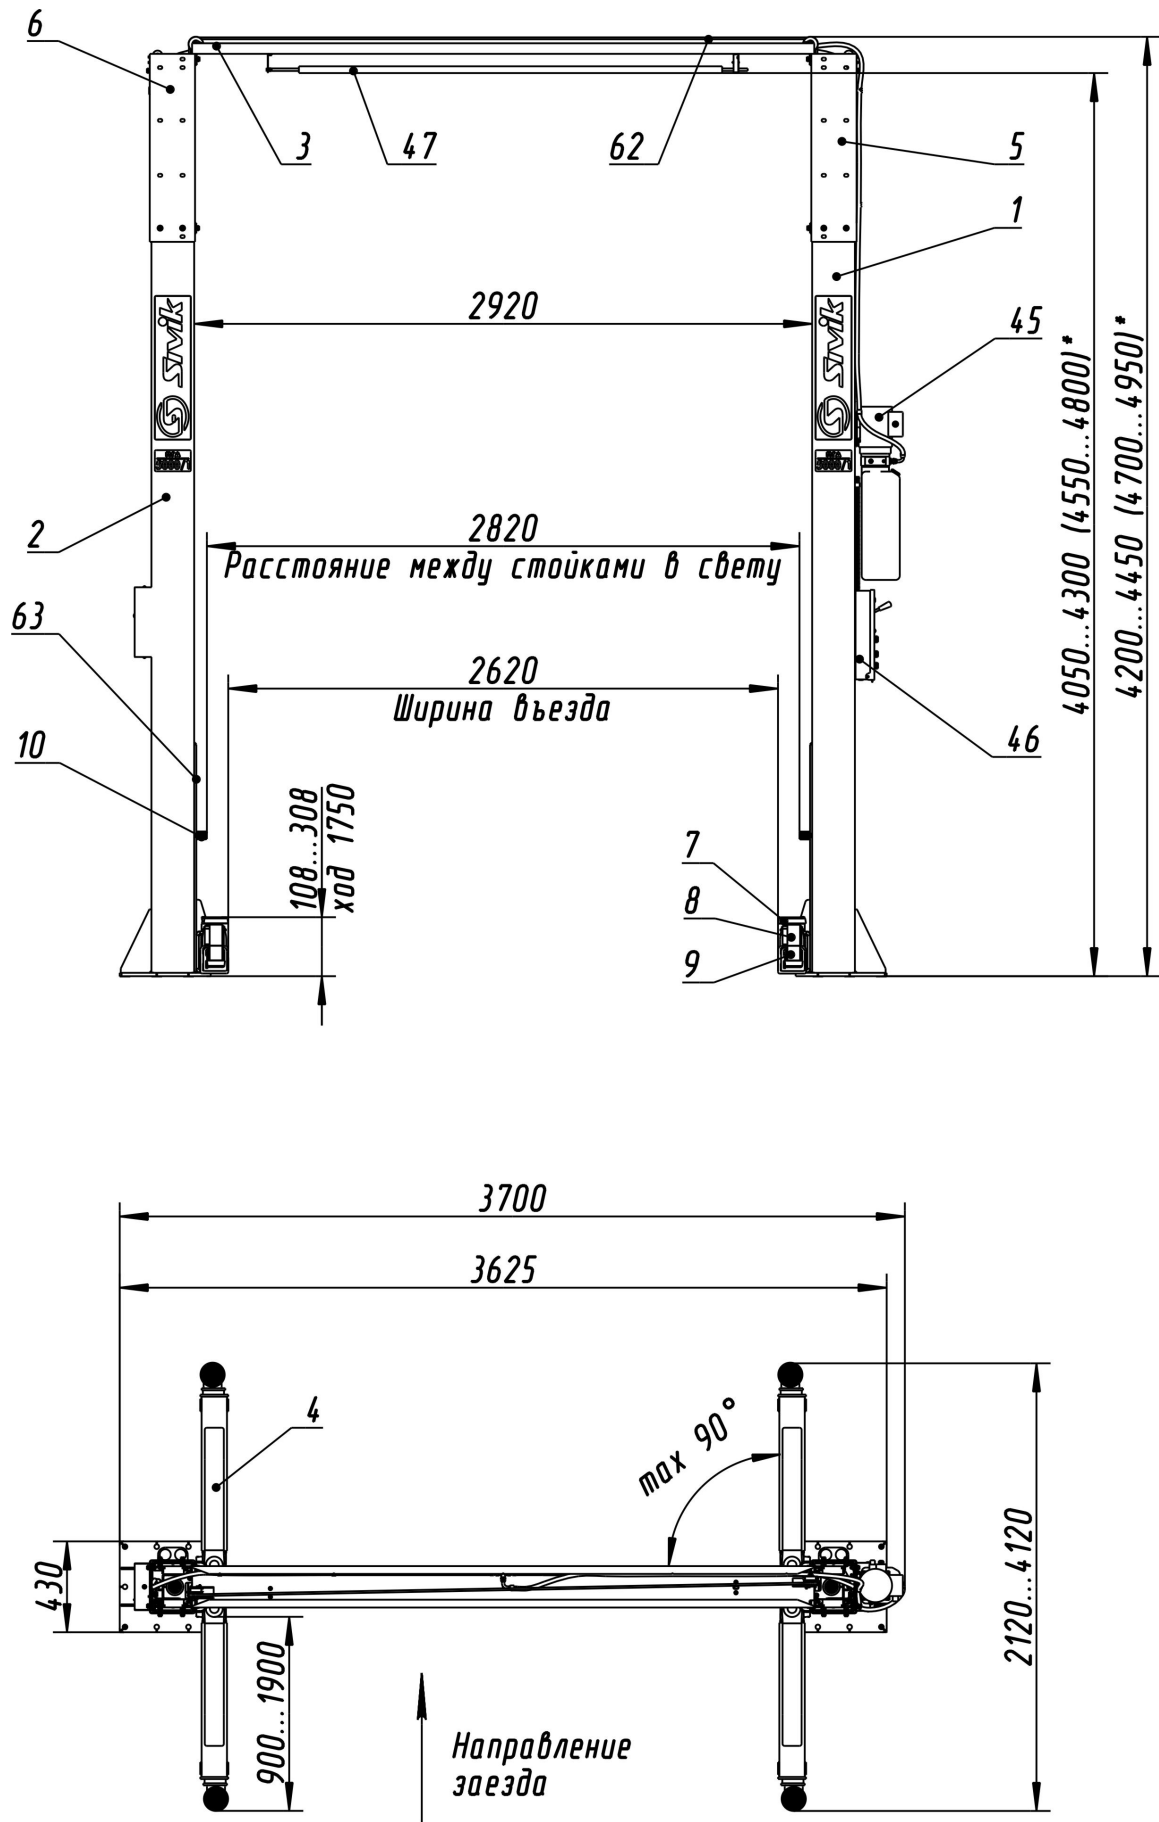
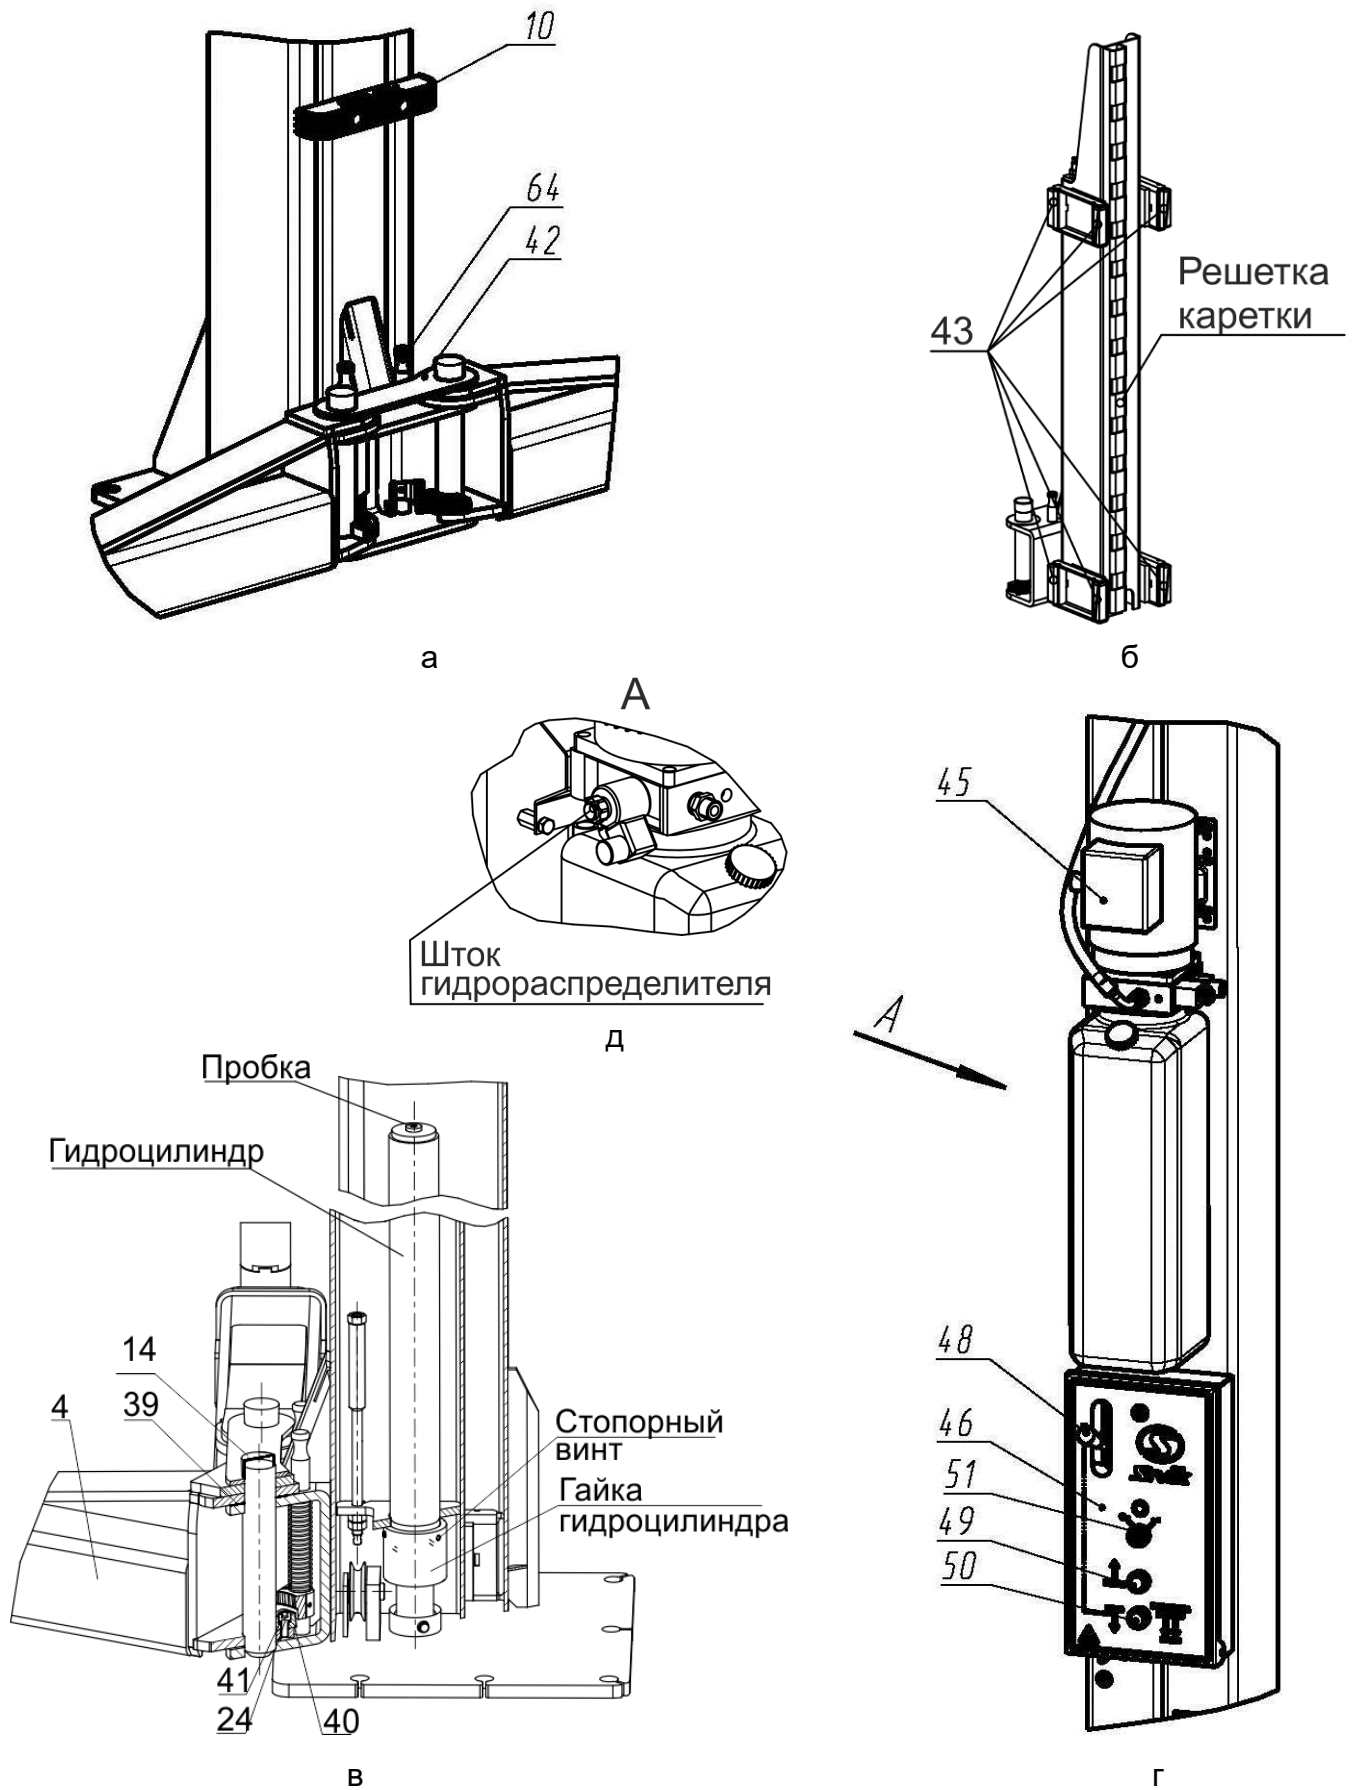
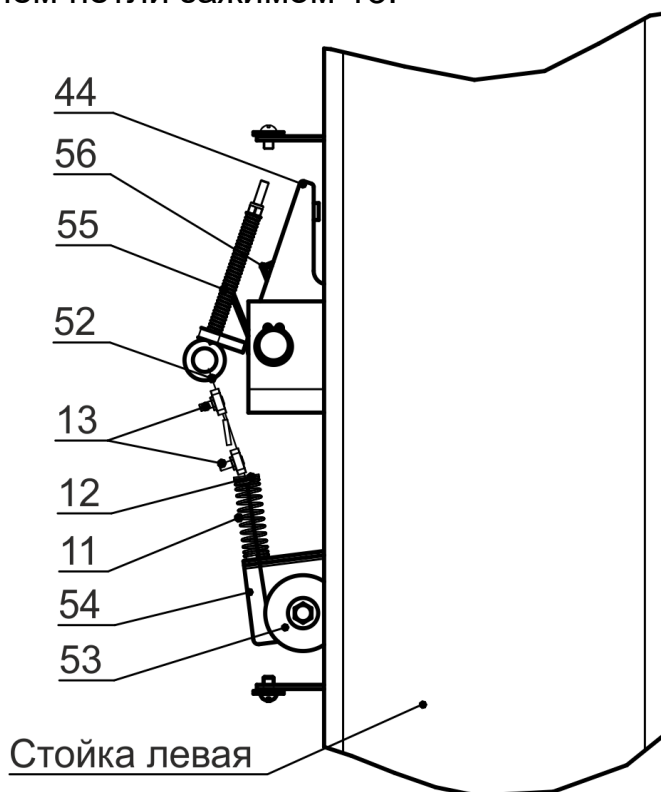

Рисунок 3.1 - Общий вид подъемника (* – исп. Высокий)
Рисунок 4.1 – Виды подъемника
Рисунок 6.5 - Система стопорения кареток
Подъемник (рисунок 3.1) состоит из двух стоек коробчатого сечения – правой 1 и левой 2, двух надставок 5 и 6 соединенных между собой поперек переключателем 3. Подъемник имеет возможность регулировки по высоте от 4197(4712)¹ мм до 4447(4962)¹ мм. Это достигается креплением надставок 5 и 6 на первый или второй ряд крепежных отверстий. В стойках размещены каретки 63 с закрепленными на них поворотными телескопическими подхватками 4 равной длины. На концах подхваток 4 установлены опоры 7, подставки опоры 8,9. Подхваты фиксируются стопорными устройствами 64 (рисунок 4.1а), автоматически срабатывающими при подъеме автомобиля. При опускании кареток 63 в крайнее нижнее положение происходит автоматическое расцепление подхваток 4. Каретки 63 приводятся в движение гидравлическими цилиндрами, установленными внутри стоек. Подъемник снабжен системой 62 тросовой синхронизации движения кареток 63.
Каждая каретка 63 (рисунок 4.1б) снабжена полиамидными ползунами 43, скользящими по беговым дорожкам стоек 1 и 2. Каретки фиксируются на требуемой высоте стопорами-защелками 44 (рисунок 6.5), закрепленными на стойках 1,2 и входящими в зацепление с решетками на каретках 63.
На правой стойке (рисунок 4.1г) размещена насосная станция 45 с пультом управления 46. Внутри насосной станции 45 находится клапан предохранительный, предотвращающий перегрузку в гидросистеме. Клапан предохранительный настроен на заданное давление и опломбирован.
- касании автомобилем ограничительной дуги 47 переключателя 3 (рисунок 3.1);
Для предотвращения повреждения дверей автомобиля (при открывании) на каретки 63 установлены накладки 10, фиксируемые винтами М8х30, шайбами 8Г и шайбами 8 (рисунок 3.1 и рисунок 4.1а).
Управление подъемником осуществляется рычагом 48 (рисунок 4.1г) и двумя кнопками 49 и 50, установленными в пульте управления 46. Рычагом 48 осуществляется расцепление кареток 63, а кнопками 49 и 50, подъем (кнопка 49) и опускание (кнопка 50) кареток 63.
① **ВНИМАНИЕ!** Перед сборкой проверить затяжку гаек гидроцилиндров и стопорных винтов (рисунок 4.1в).
6.6 Установить тросик системы стопорения (рисунок 6.5). Для этого снять крышку, закрывающую стопор-защелку 44 на левой стойке 2, отвернув два винта М6х10. Тросик 52 системы стопорения, закрепленный на правой стойке 1 (с насосной станцией 45), протянуть через блоки 35, направляющие трубки в перекладине 3 к стойки левой 2 и вывести через блок 53 и отверстие в кронштейне 54 наружу. На свободный конец тросика надеть пружину 11 со втулками 12, выбрать слабины тросика и затянуть зажим 13.
Для того чтобы проверить срабатывание упругой тяги 55, необходимо одному человеку прижать рукой защелку 44 к стойке 2, а другому повернуть рычаг 48 (рисунок 4.1г) вниз. Упругая тяга 55 должна вытянуться на полный ход штока.
При повороте рычага 48 вниз (рисунок 4.1г), защелка на левой стойке должна отвестись, так же как отвелась защелка на правой стойке. При повороте рычага 48 вверх (рычаг 48 должен удерживаться в верхнем положении пружиной), защелки на левой и правой стойке должны вернуться в исходное положение. Регулировка проводится выборкой слабины тросика 52 и обжатием петли зажимом 13.
6.9 Открутить пробку бака насосной станции 45 и залить масло (около 12 л) до верхней метки «МАХ» (рисунок 4.1г). Уровень масла контролировать визуально. Установить пробку бака на место.
- кратковременным нажатием на кнопку 49 (двигатель должен работать, вращение крыльчатки по стрелке на кожухе эл. двигателя, а из бака должно убывать масло, рисунок 4.1г).
- отвернуть пробки у каждого гидроцилиндра на один оборот (рисунок 4.1в)
7.2.1 Нажатием кнопки 49 поднять автомобиль, чуть выше требуемой высоты (защелки должны быть поджаты к стойкам, рисунок 6.5) и нажатием кнопки 50 опустить каретки 63 на защелки 44. Убедиться в том, что каретки 63 опустились на защелки 44 (при нажатии кнопки 50 каретки больше не опускаются). В этом случае гидравлическая система разгружена, вес автомобиля воспринимается стойками подъемника.